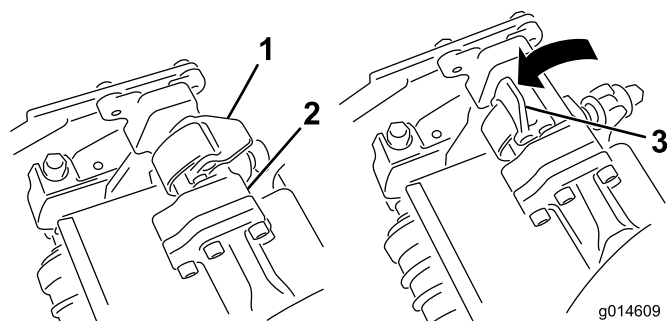
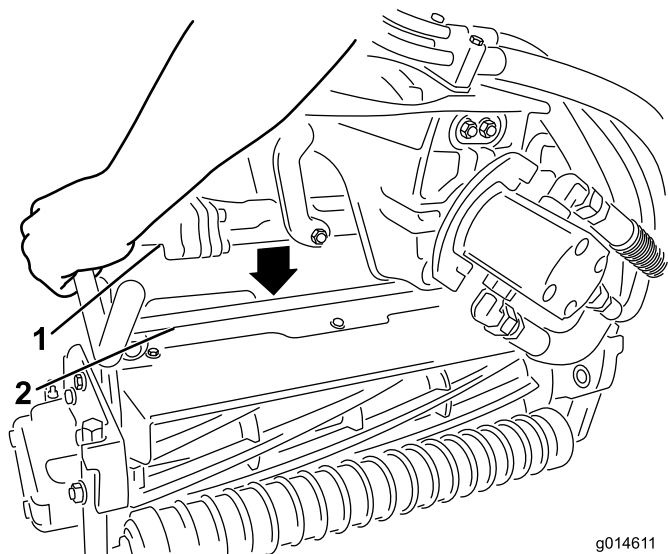

図 13
図 14
9. サスペンション・アームのバーについているラッチを上向き（開いた状態）にして（図 13）、サスペンション・アームを押し下げて、バーを、カッティングユニットのバーの上に被せるようにする（図 14）。
10. ラッチを下げて閉じるとカuttingユニットのバーがロックされてユニットがアームにセットされる（図 13）。